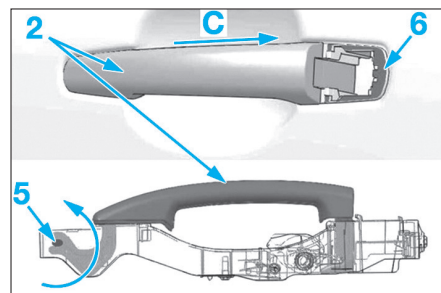

Fig. 72
- Pivoter la poignée (2) en (5) tout en récupérant le joint (6) (Fig.72).